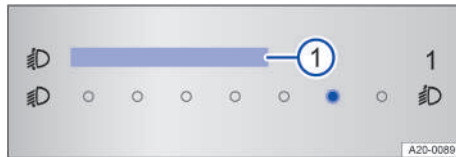

Fig. 118 En el sistema de infotainment: regulador táctil para la regulación del alcance de las luces.
En función del equipamiento, el alcance de las luces se puede ajustar con el regulador → fig. 117 o el regulador táctil del sistema de infotainment → fig. 118 .
4. Pulse el botón de función **Regulación del alcance de las luces** → fig. 118 .